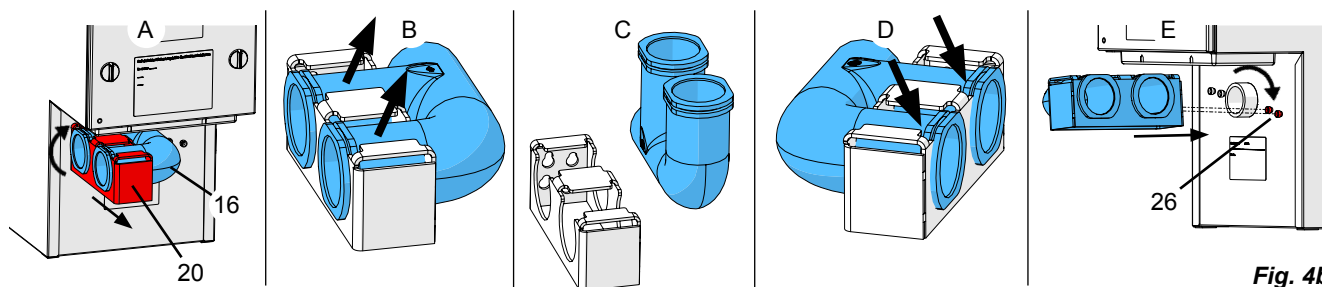

Fig. 4b
⇒ Encajar la tubería de aspiración (16) en la boca de succión del sistema de aspiración y enganchar el soporte (20) en los tornillos de soporte (26, Fig. 4b).